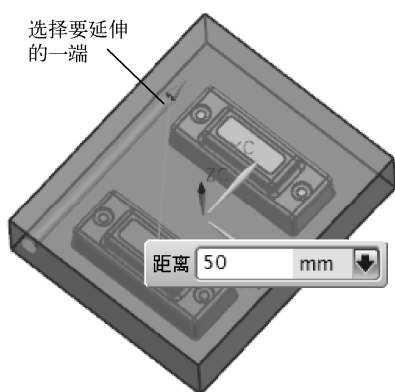

图 9-43 选择通道
(3) 在对话框中确认【通道】选项组的【选择通道】处于激活状态，然后在图形窗口选择需要进行延伸的管道，最好在靠近需要延伸的那一端进行选择，如图 9-43 所示。如果想改变延伸方向，可以单击【反向】按钮。